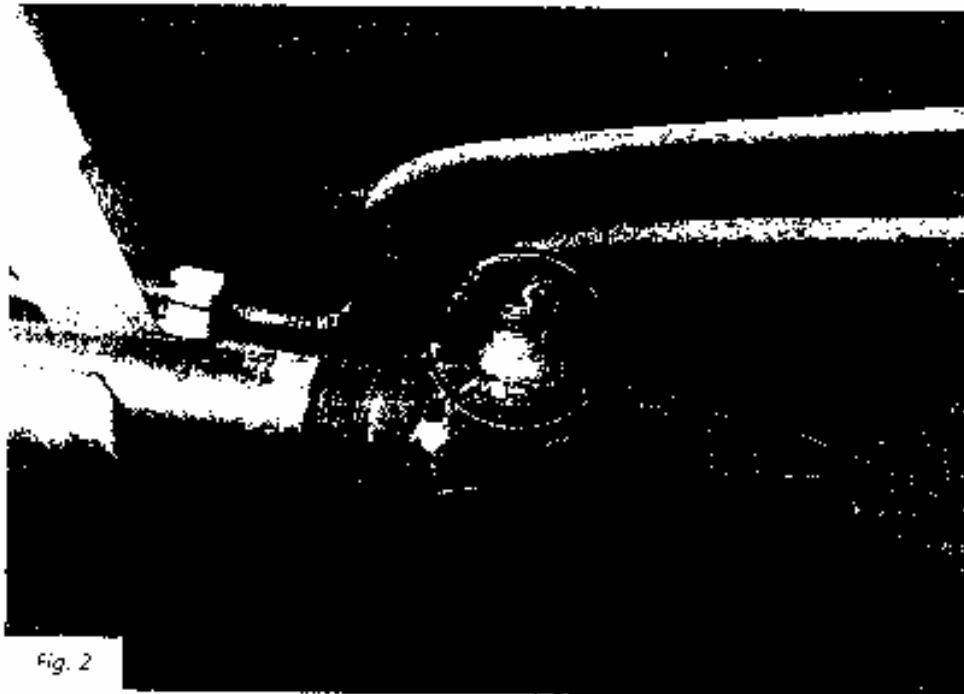

Fig. 2
- Dès que le liquide coule sans bulles aux purgeurs, les refermer fig 2